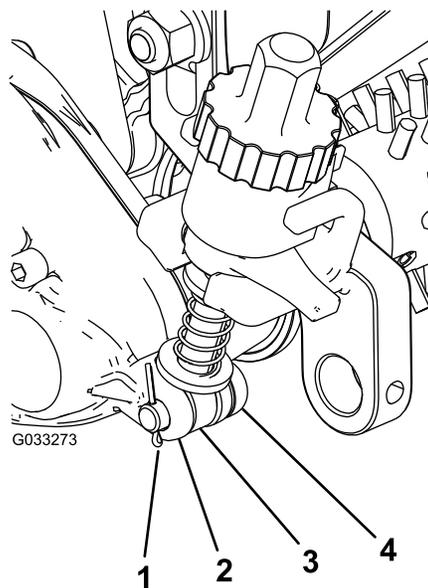

图 22
3. 将靠近疏草刀驱动箱的调整臂组件杆滑入驱动箱上的间隙然后用调节销和开口销固定图 22。